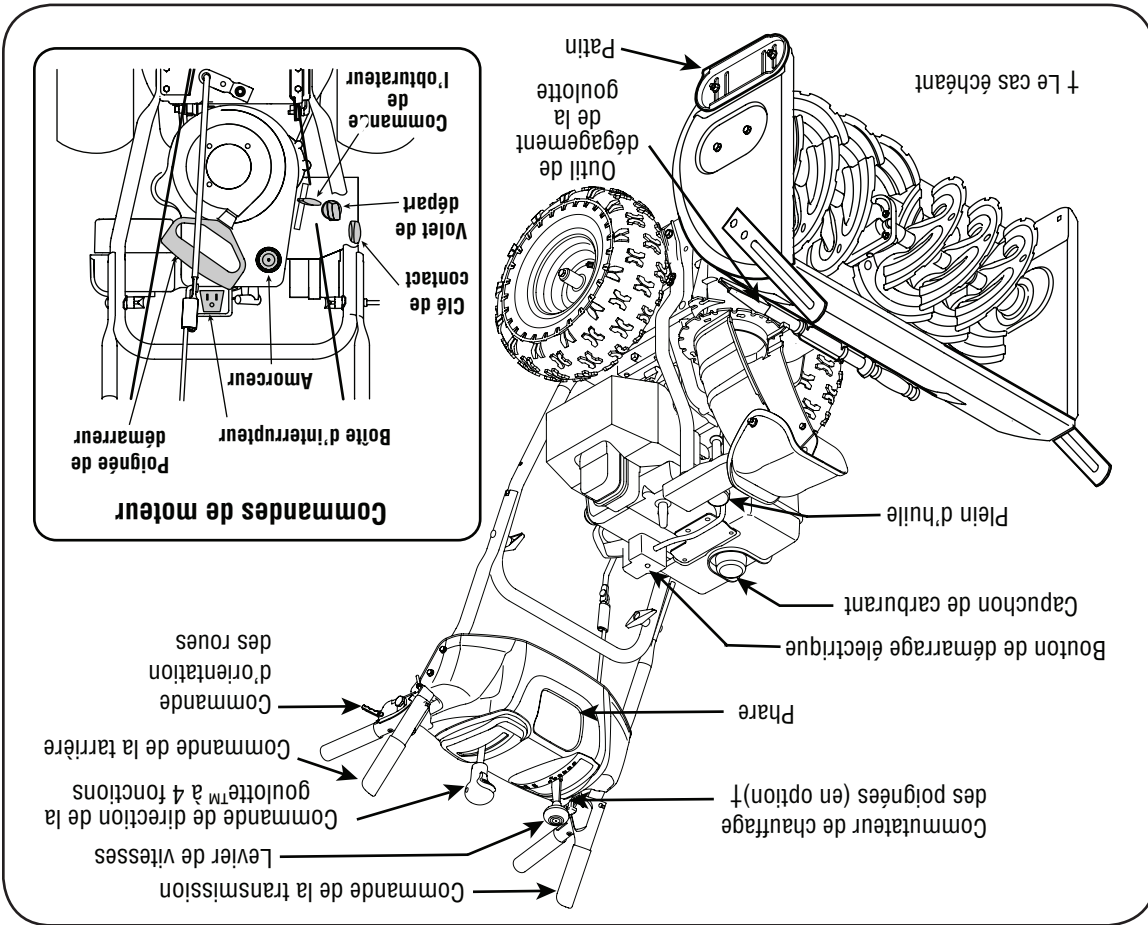

Figure 4-1
1. Avec l'obturateur à la position Fast (lapiñ), placez le levier de changement de vitesse à l'une des six positions de marche avant (F) ou à l'une des deux positions de marche arrière (R). Choisissez la vitesse adaptée aux conditions présentes.
3. Pour tourner à droite ou à gauche, pressez la commande de direction des roues correspondante. Voir la Figure 4-1.
Maintenant que votre souffeuse est prête à travailler, il est temps de vous familiariser avec ses commandes et diverses caractéristiques, expliquées ci-dessous et représentées à la Figure 4-1. Vous pourrez ainsi bénéficier au maximum de votre nouvelle machine.